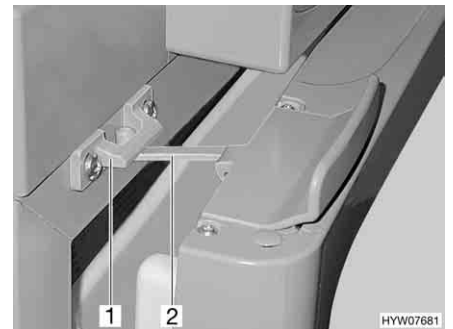

Fig. 160 Porte du réfrigérateur en position de ventilation (Thetford)
- Ouvrir le verrouillage (Fig. 160,2) et l'enclencher dans le logement de verrouillage (Fig. 160,1). La porte du réfrigérateur reste ainsi légèrement ouverte.